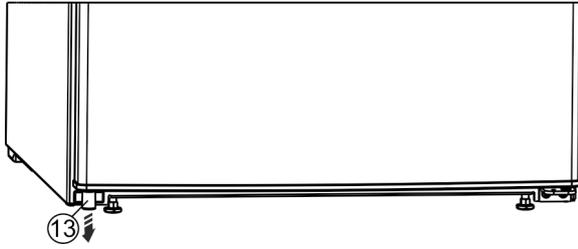

Fig. 9 *
- ▶ Unten links das Distanzteil Fig. 9 (13) aus der Tür herausnehmen.*